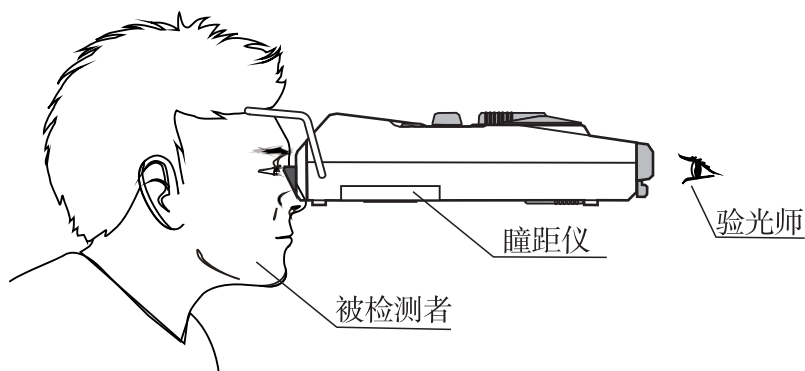

图6
- 把额托架轻轻靠在被检测者的额头两旁，然后使鼻托轻轻靠在被检测者的鼻梁上，并使仪器保持水平（图6所示为正确位置）。